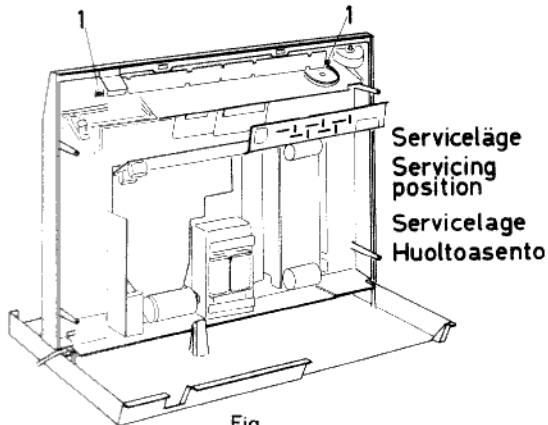

Fig. 4
2. Tag bort de två skruvarna med gula brickor på apparatens baksida. Lossa skruven (med metallbricka) under framkanten. För sedan lådan framåt och placera den i serviceläge enl. fig. 4.